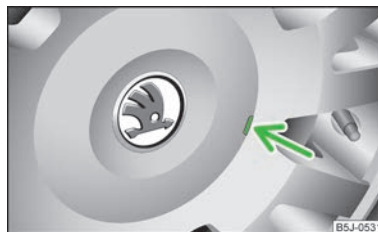

Fig. 129
- Scoateți cu atenție ornamentul de roată cu ajutorul mânerului de sămă din trusa de scule » fig. 129.